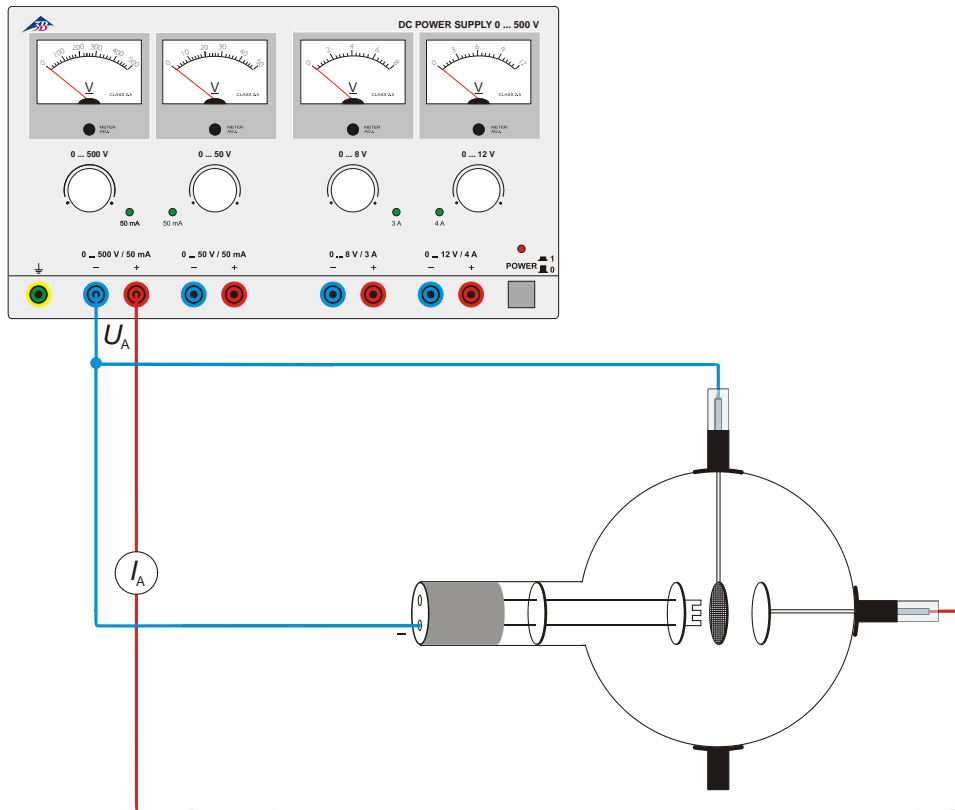

Fig. 3 Descarga espontânea
- Produzir a comutação segundo fig. 3.